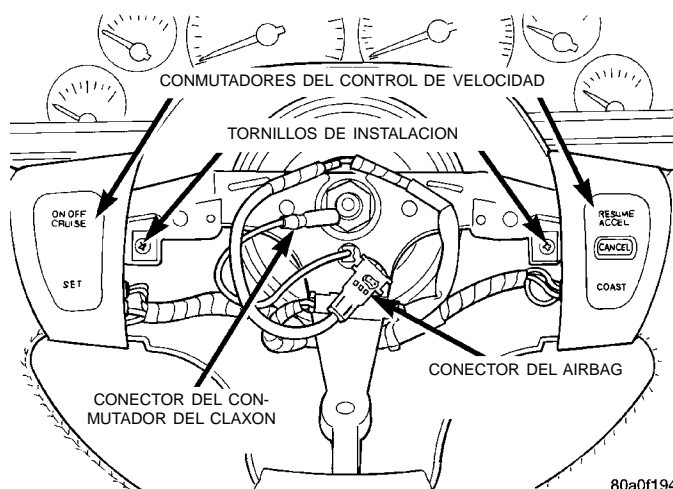

Fig. 6 Desmontaje/instalación de los conmutadores del control de velocidad
(3) Separe el módulo Airbag del volante de dirección lo suficiente como para desenchufar los conectores del mazo de cables del Airbag y del conmutador del claxon, de la parte posterior del módulo de Airbag.
(4) Retire el módulo Airbag del volante de dirección.
(5) Retire los tornillos que sujetan los conmutadores de control de velocidad al volante de dirección y baje los conmutadores de las cabillas del volante de dirección (Fig. 6).